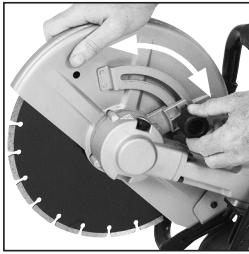

ABB. 6
- Lösen Sie den Sperrknopf des Scheibenschutzes und drehen Sie den Schutz in die gewünschte Position. **(ABB. 6)**